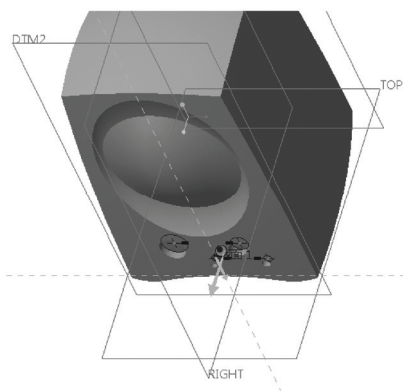

图 12-114 设置深度选项及深度方向
7) 从深度选项列表框中选择 (穿透) 图标选项, 并设置深度方向如图 12-114 所示。